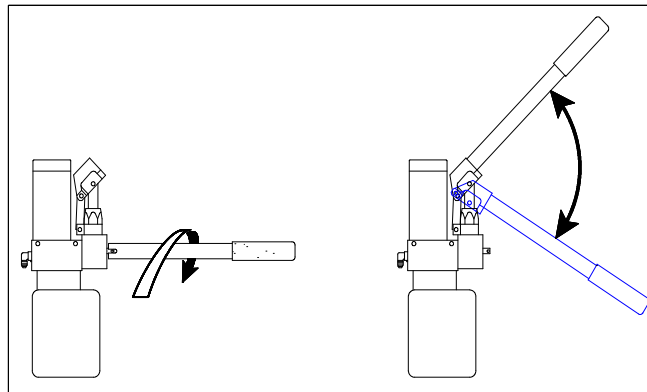

ABBILDUNG 12: MANUELLES HILFSSYSTEM – PLATTFORM ANHEBEN
- 1) Orientieren Sie sich an **Abbildung 12**. Kontrollieren Sie das Sicherheitsventil, es muss geschlossen sein.
- 1) Orientieren Sie sich an Abbildung 12. Kontrollieren Sie das Sicherheitsventil. Es muss geschlossen sein.